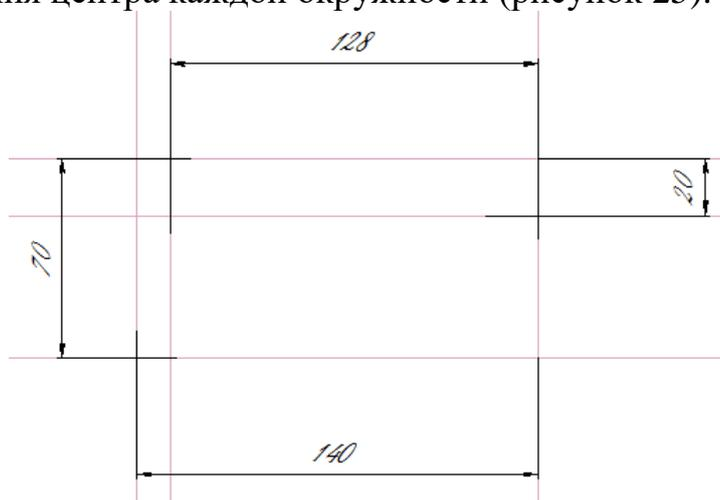

Рисунок 25
2. С помощью команд **Вспомогательные прямые**  построить по размерам горизонтальные и вертикальные вспомогательные прямые для определения центра каждой окружности (рисунок 25).